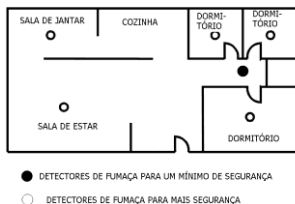

Figura 1: Locais de instalação para detectores de fumaça e calor em apartamentos ou casas para uma família com apenas uma área de dormitório.
- Instale um detector de fumaça e calor no corredor externo de cada área separada de dormitórios (*ver Figura 1*). Em habitações que têm duas áreas com quartos, dois detectores serão necessários.